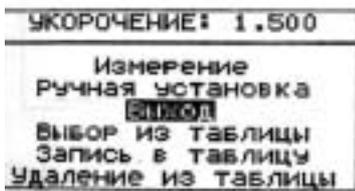

Рисунок 10
6.3.7 При вызове пункта "Укорочение" появится меню, в верхней строчке которого указан текущий коэффициент укорочения (рисунок 10).